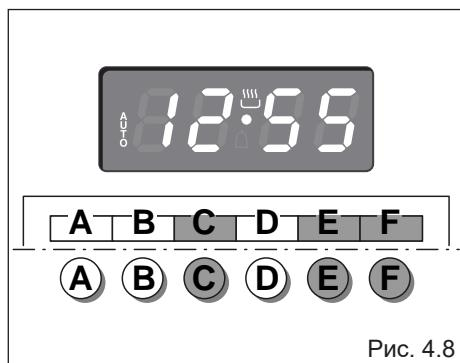

Рис. 4.8
2. Установите конец времени приготовления, нажав кнопку “**C**” и кнопку “**F**” чтобы продвинуться вперед “**E**” по времени, или чтобы вернуться назад, если вы прошли желаемое время (рис. 4.8).